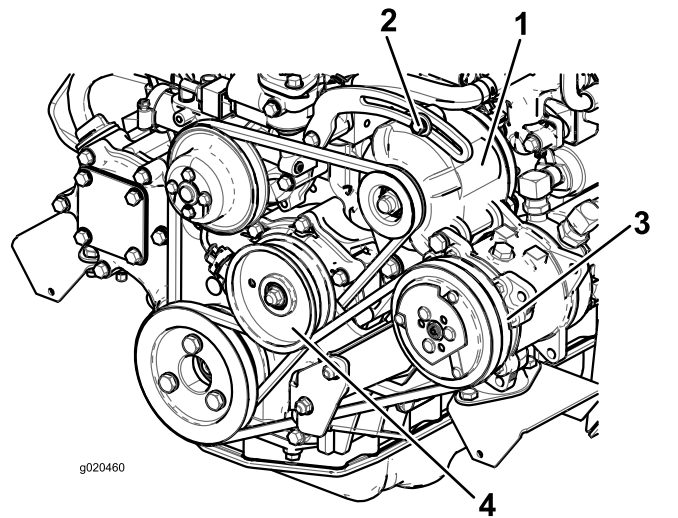

Figura 74
Se la flessione non è di 10 mm, allentate i bulloni di fissaggio dell'alternatore (Figura 74).
- Se la flessione non è di 10 mm, allentate il bullone di fissaggio della puleggia tendicinghia (Figura 74).